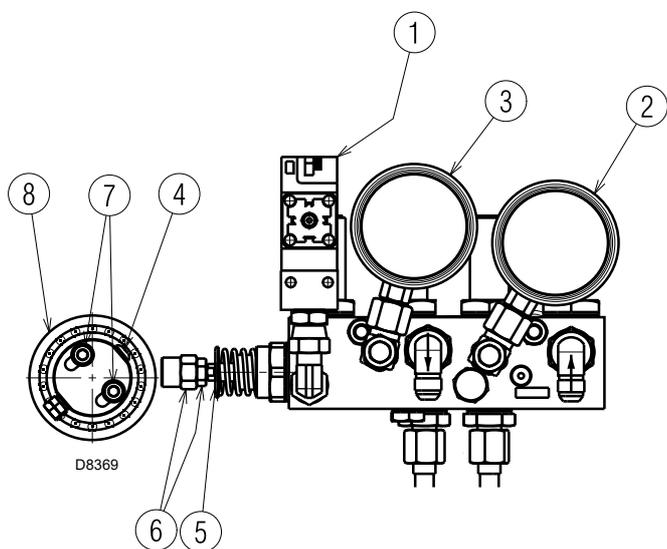

Fig. 37
- D Leva aceite:** modificar la excentricidad utilizando el tornillo 4)(Fig. 37) después de haber aflojado los tornillos 7)(Fig. 37). Enroscando el tornillo 4)(Fig. 37) la excentricidad aumenta, de modo que aumenta la diferencia entre presión máxima y mínima en retorno de la boquilla.
Leyenda (Fig. 37)
- Regular la presión en el retorno al mínimo en aproximadamente 6 bar. Para hacerlo, se debe variar la longitud del eje 5)(Fig. 37) utilizando la tuerca 6)(Fig. 37).
- Realizada esta primera regulación, aumentar la potencia erogada mediante el selector de retorno automático ubicado en el cuadro de control. Detenerse luego de una rotación de 15° del servomotor y efectuar una nueva regulación interviniendo en la leva de perfil variable del aire. Se recomienda realizar una regulación suficiente para no crear una llama humeante y llegar lo antes posible a la potencia máxima (carrera máxima del servomotor 130°); regular con el excéntrico (tornillo 4, Fig. 37) la presión en el retorno para obtener la potencia deseada y solicitada por la boquilla, luego volver a regular los puntos intermedios.